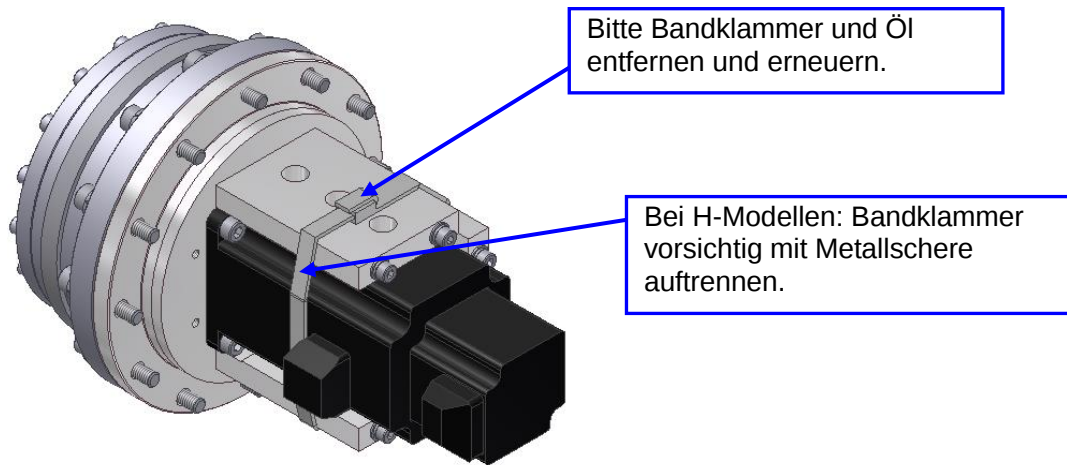

Bild 5-5 Entfernen der Bandklammer (H-Modell)
- (8) Bei den H-Modellen: Aufschneiden der Bandklammer mit Bleischere, um den Kühlkörper entfernen zu können. Die Bandklammer kann nicht wiederverwendet werden und muss ebenfalls erneuert werden. Entfernen des Schmierstoffs am Kühlkörper. Bitte vorsichtig vorgehen, um Beschädigungen am Kühlkörper zu vermeiden. (Siehe Bild 5-5 und 5-6)